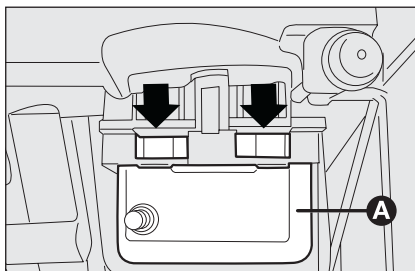

fig. 37
- agir sur les points indiqués par les flèches et enlever le plafonnier **A-fig. 37**;
- remonter le plafonnier **A-fig. 37** dans son compartiment et s'assurer qu'il est bien bloqué.